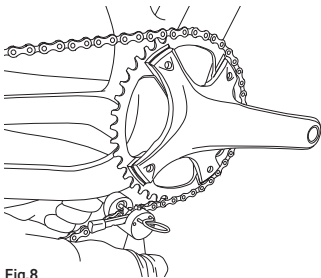

Fig.8
- Positionnez l'outil **UT-CN400** comme il est indiqué sur la Fig. 8.